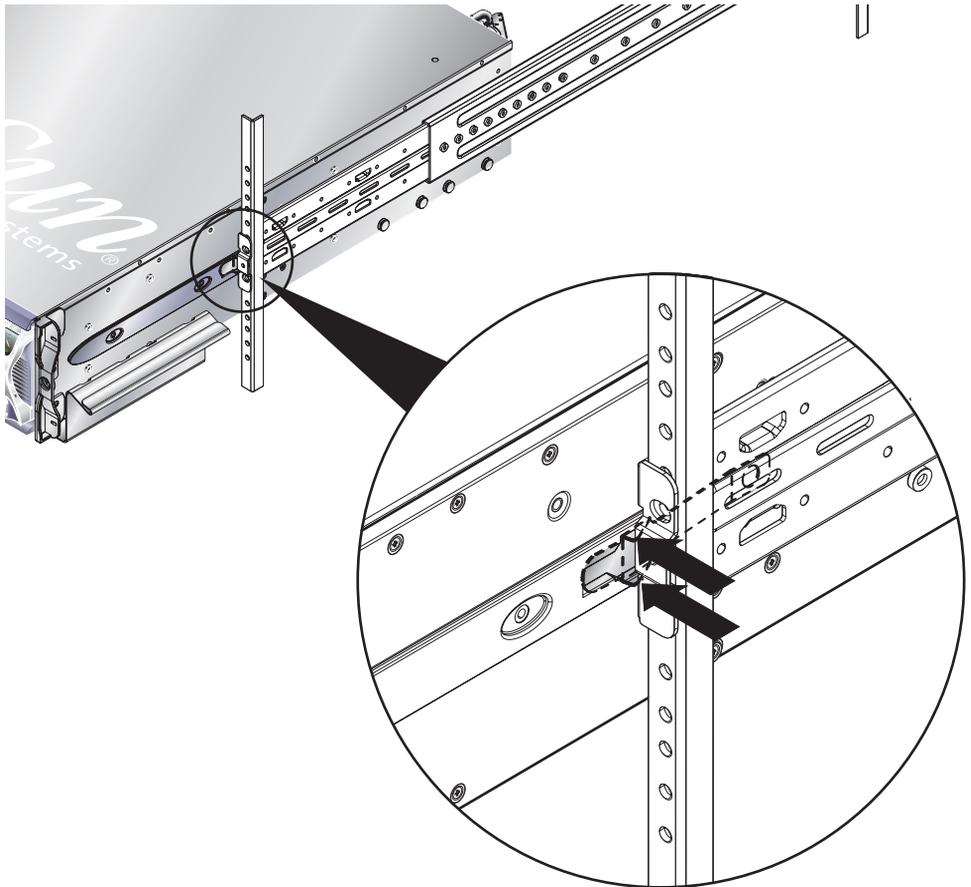

FIGURE 12-16 Libération des loquets de retenue
2. Faites glisser le châssis hors de l'armoire (FIGURE 12-16).